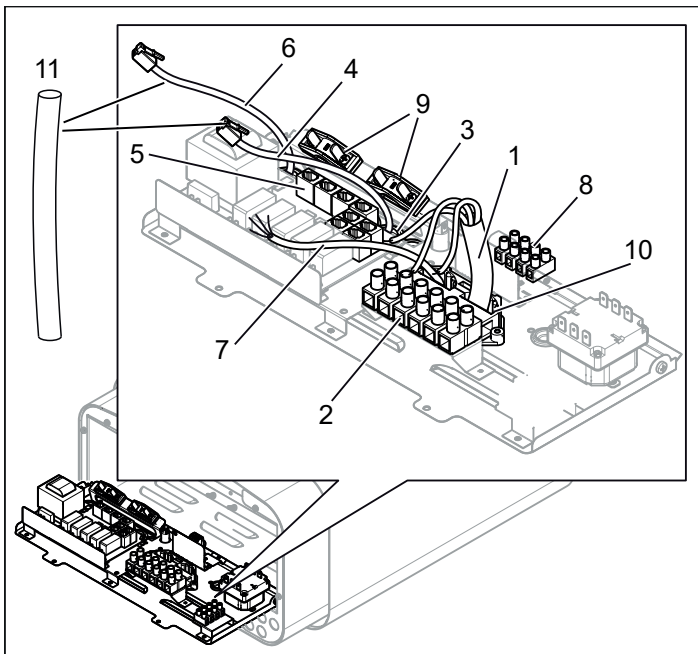
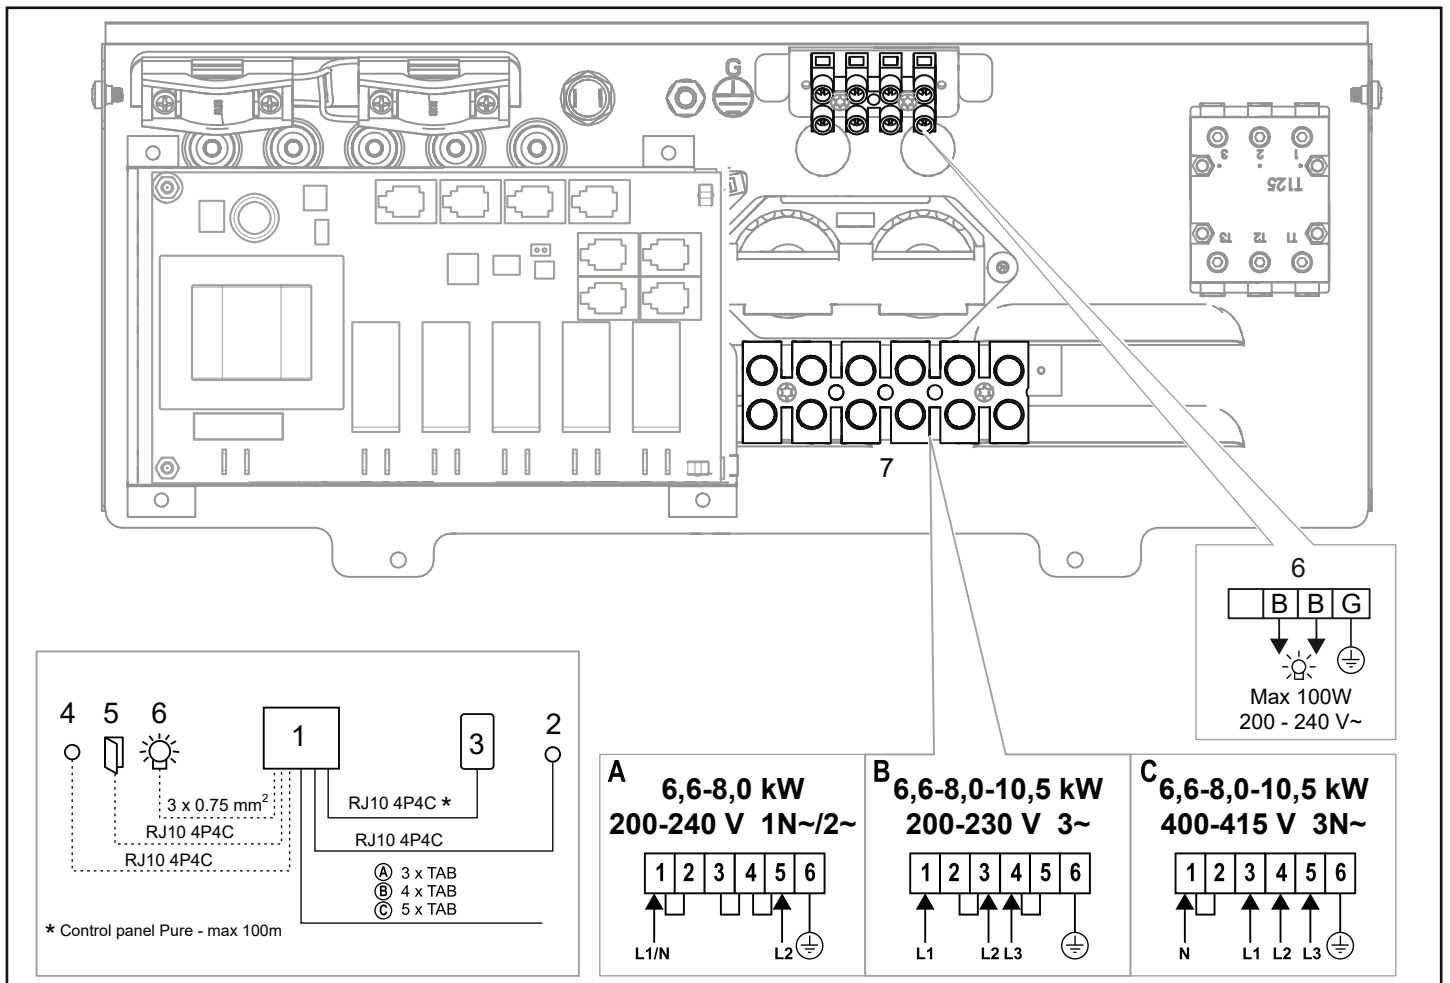
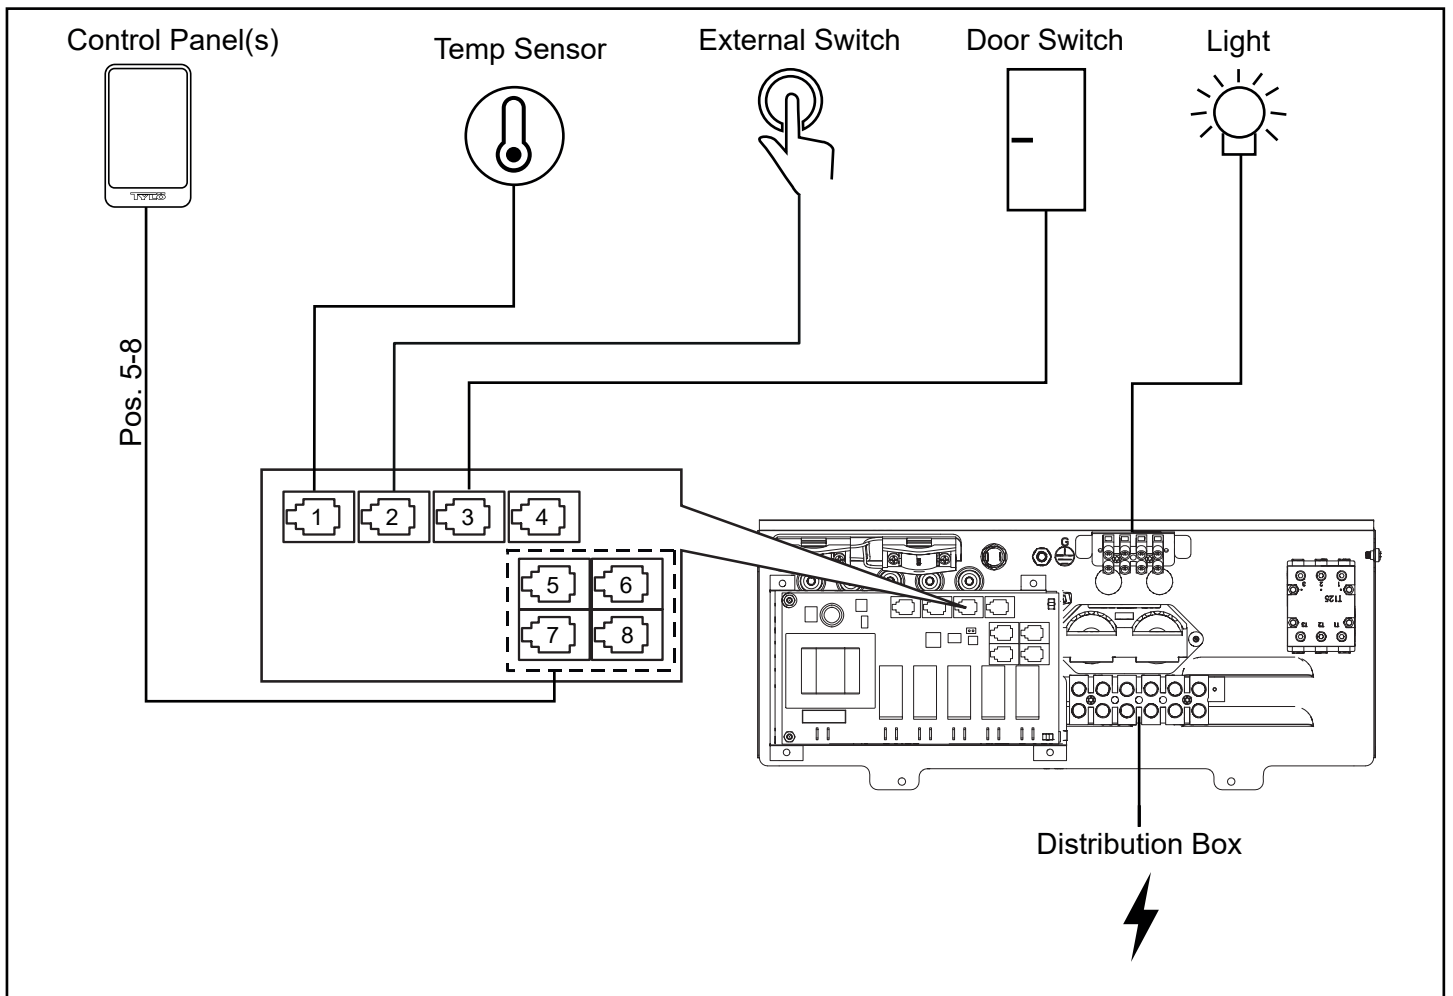

Abb. 9: Platine
Abb. 17: Schaltplan
Abb. 18. Schaltplan Sense Pure
3. Schließen Sie das Stromkabel (siehe Abb. 9) gemäß dem Schaltplan (siehe Abb. 17).
4. Ziehen Sie die Kabel für die Steuerung und den Temperatursensor durch die Kabeldurchführungen (siehe Abb. 9). Schließen Sie das Kabel der Steuerung (siehe Abb. 18) an eine der vier RS485-Buchsen (Position 5-8).
5. Schließen Sie das Kabel des Sensors an die NTC-Buchse der Platine (Position 1) (siehe Abb. 18).
6. Schließen Sie gegebenenfalls das Kabel für die Beleuchtung, siehe Abb. 9, gemäß dem Schaltplan, siehe Abb. 17.
Bei Anschluss an Spannungen oder Phasen, die nicht im Schaltplan Abb. 17 verzeichnet sind, wenden Sie sich an den Tylö-Kundenservice.